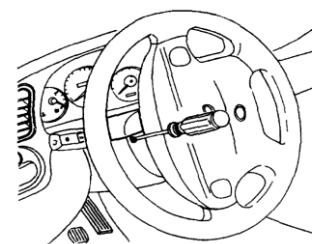

Рис. 1
- 3) Открутите два шурупа на рулевой колонки, поворачивая руль в нужное направление и снять верхнюю крышку (рис. 1).